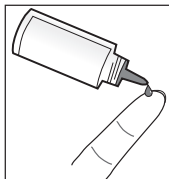

Figura 18
3. Vuelva a ajustar la botella para aplicar una nueva gota en una superficie limpia y no absorbente o en el dedo. Ver figura 18.